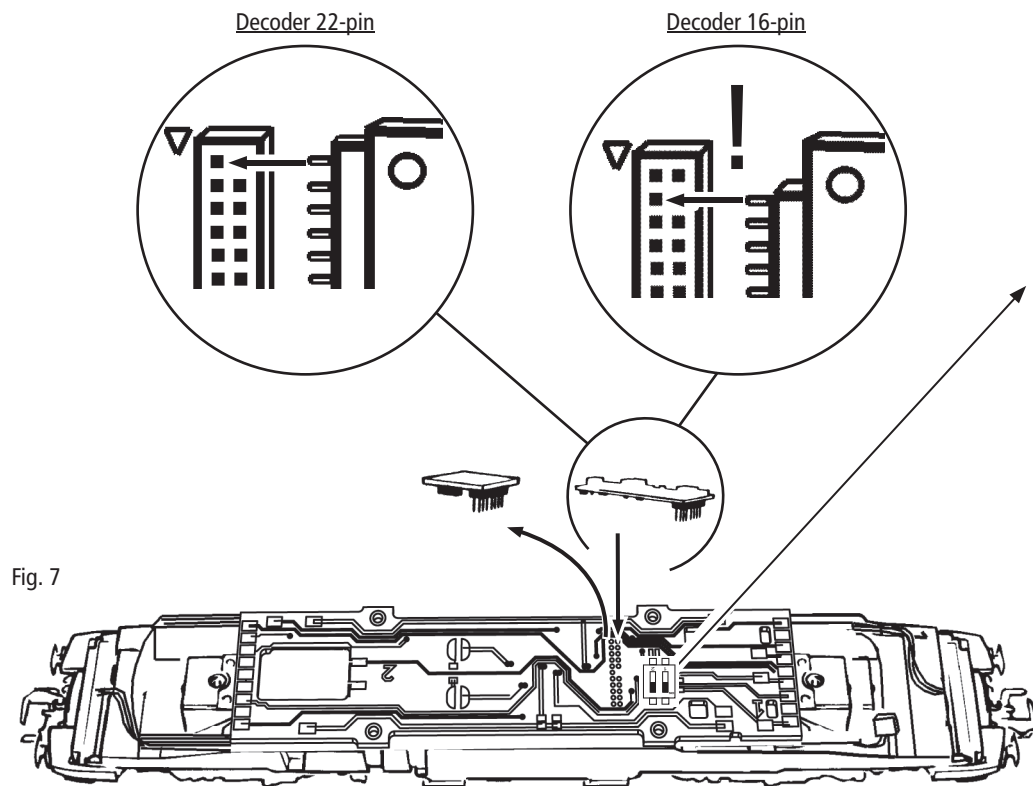

Fig. 8
2. Schmierung: Versehen Sie die im Schmierplan in Fig. 8 gekennzeichneten Stellen mit nur **kleinen Öltropfen**. Dazu zuerst das Lokgehäuse abnehmen (Fig. 3). Wir empfehlen den **ROCO Öler Art.-Nr. 10906**. Fürs Schmieren der Getriebeteile (Zahnräder, Schnecke) empfehlen wir das **ROCO-Spezialfett Art.-Nr. 10905**. Im Falle der Schmierung diese Teile **nicht ölen**.
2. Lubrication: Apply **tiny oil drops** to spots marked in fig. 8. Prior to lubrication dismantle locomotive (fig. 3). We recommend using item no. **10906, Roco oiler**. For lubrication the gearparts (e.g. cogwheels, worm) we should recommend our Roco **special grease** (item no. **10905**).
2. Graissage: N'appliquez **qu'une tout petite goutte** aux endroits indiqués par le plan de graissage (fig. 8) après avoir démonté la caisse de la locomotive (fig. 3). Nous vous recommandons **le graisseur à huile Roco réf. 10906**. Pour graisser les engrenages (roues dentées, vis sans fin) nous vous conseillons la **graisse spéciale Roco réf. 10905** pour engrenages en matières synthétiques. Lorsque vous utilisez cette graisse il faut éviter d'huiler ces composants.